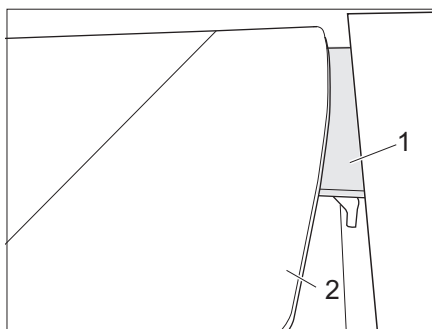
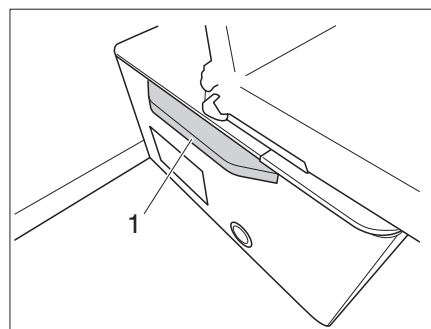

Fig. 113 Abbassamento del tavolo sul bordo di appoggio
Fig. 114 Abbassamento del tavolo sull'allargamento
- Abbassare il piano del tavolo (Fig. 113,2) sul bordo di appoggio (Fig. 113,1) o lasciarlo appoggiare sull'apposito allargamento (Fig. 114,1).